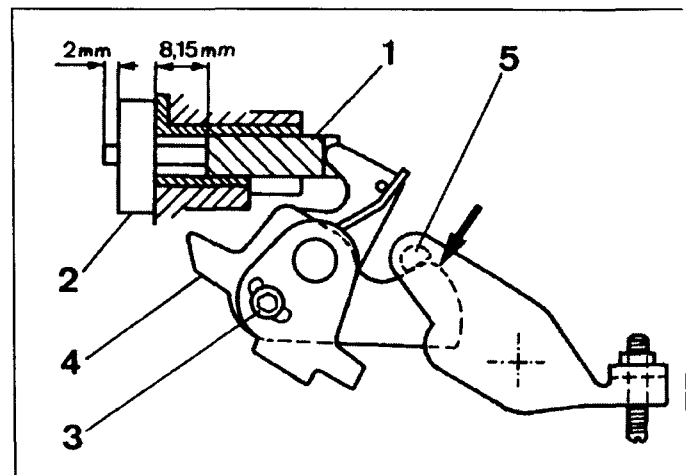

Рис. 4.34 Установка пусковых оборотов - положение кулачка "прогрев"
- 9 Смажьте кулачок консистентной смазкой, где указано стрелками (рис. 4.34).